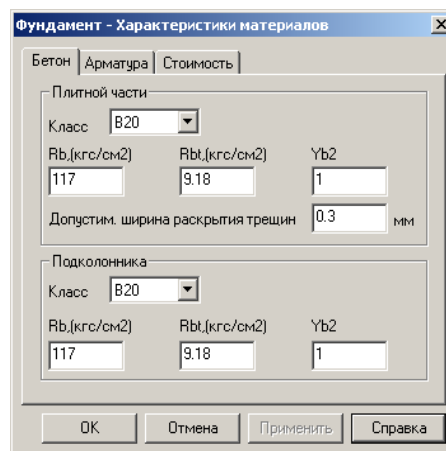

Рис.8.2.1. Окно диалога Фундамент – Характеристики материалов (закладка Бетон)
- В открывшемся окне диалога **Фундамент – Характеристики материалов** (рис. 8.2.1) выполните следующие действия: